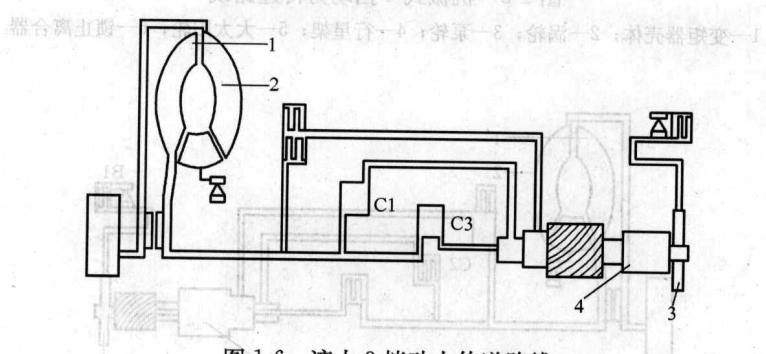

图 1-6 液力 3 挡动力传递路线
(3) 3挡。液力式3挡时，离合器C1与C3接合，驱动小太阳轮和行星架，其动力传递路线为(如图1-6所示)：泵轮(顺)→涡轮(顺)→涡轮轴(顺)→由于离合器C1和C3的共同作用，将整个行星齿轮机构锁死为一体→齿圈(顺)。